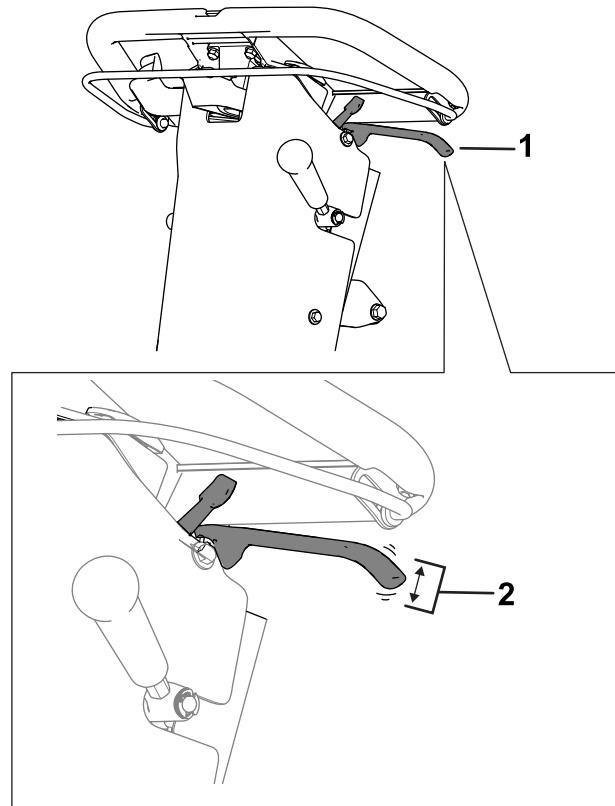

Figura 36
2. Meça a folga na extremidade da alavanca do freio de mão (Figura 36).